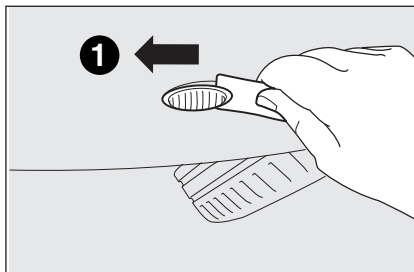

fig. 16a
- folosiți transparentul ca și pârghie acționând inițial din partea din față înspre partea din spate (**1**-fig. 16a);